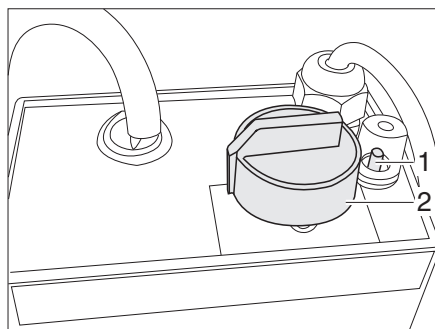

Fig. 219 Régulateur du chauffage électrique du plancher
- Tourner le bouton tournant (Fig. 219,2) sur la température souhaitée.
- Tourner le bouton tournant (Fig. 219,2) sur la position "0".
Quand le régulateur est surchargé, la protection contre les surcharges se déclenche. La goupille (Fig. 219,1) sort de son logement.
- Enfoncer la goupille (Fig. 219,1) de la protection contre les surcharges, une fois que le régulateur est refroidi.